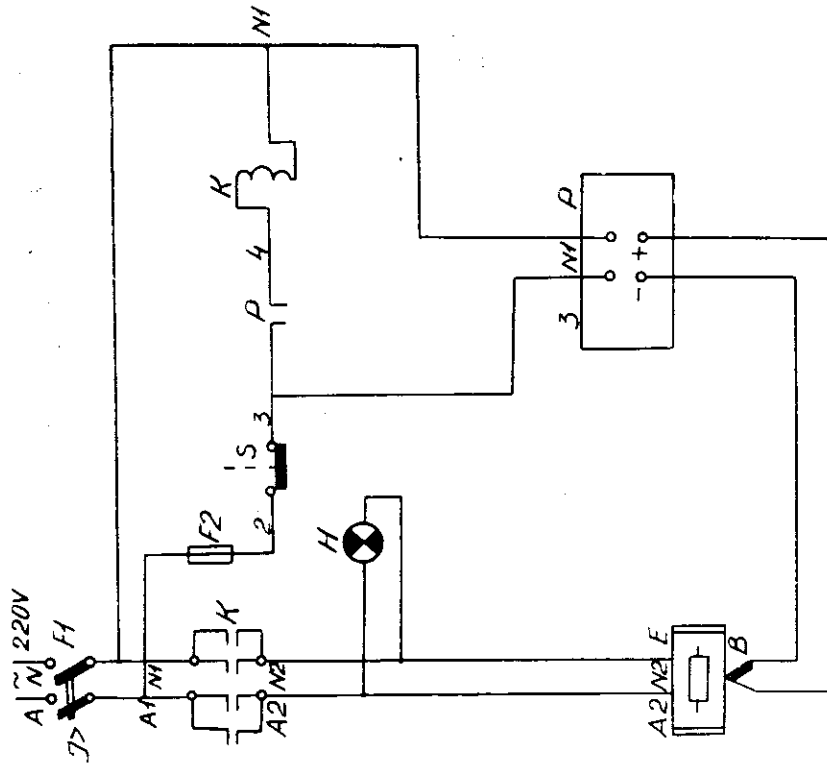

Рис. 2. Схема электрическая принципиальная
4.8. В схеме (рис. 2) предусмотрены: автоматический выключатель для включения электропечи и защиты силовых цепей, магнитный пускатель для включения нагревателей, световая сигнализация, предохранитель для защиты от коротких замыканий цепей управления и микровыключатель для отключения нагревателей при открывании дверцы.